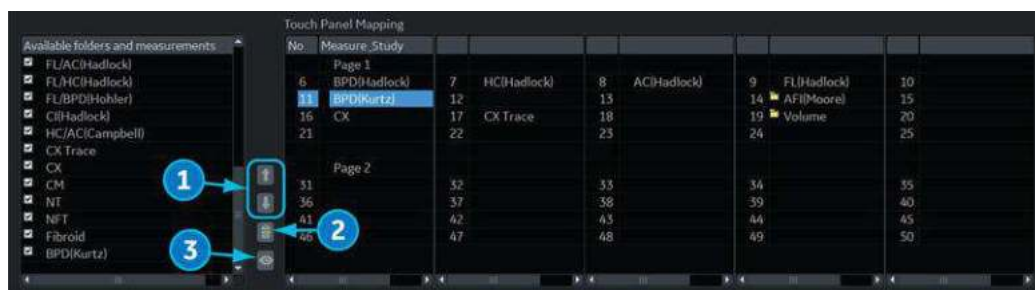

Figura 7-42. Pictogramele pentru deplasare (1), eliminare (2) și ascundere (3)
2. Mutați cursorul pe pictogramele cu săgețile în sus sau, respectiv, în jos și apăsați **Set** (Setare) (consultați **1** de la Figura 7-42 de la pagina 7-89).
2. Selectați pictograma aferentă coșului de gunoi din partea dreaptă a listei (consultați **2** de la Figura 7-42 de la pagina 7-89).
2. Selectați pictograma aferentă operației de ascundere din partea dreaptă a listei (consultați **3** de la Figura 7-42 de la pagina 7-89).